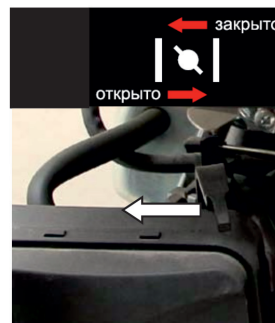

Рис. 11
- При пуске холодного двигателя рычаг привода воздушной заслонки переведите в положение «Закрыто» (рис. 11)